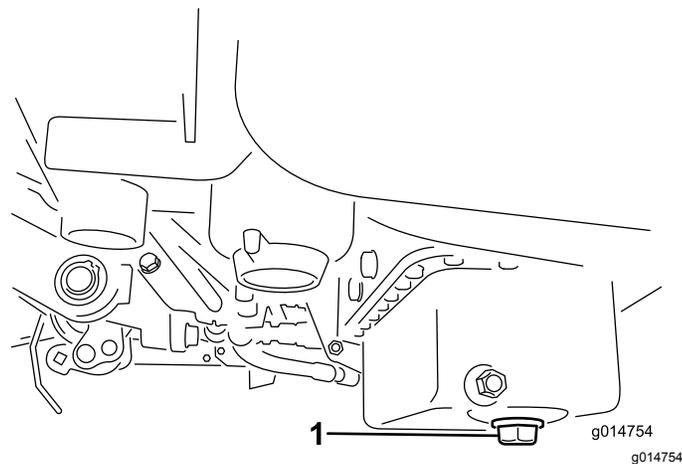

Рисунок 33
1. Снимите сливную пробку и дайте маслу вытечь в сливной поддон. Когда масло перестанет течь, установите сливную пробку на место (Рисунок 33).